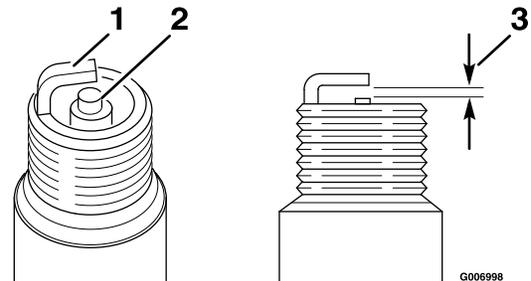

Figura 24
5. Ajuste la distancia entre los electrodos a 0,76 mm (0.030 pulgadas), según se muestra en Figura 24.